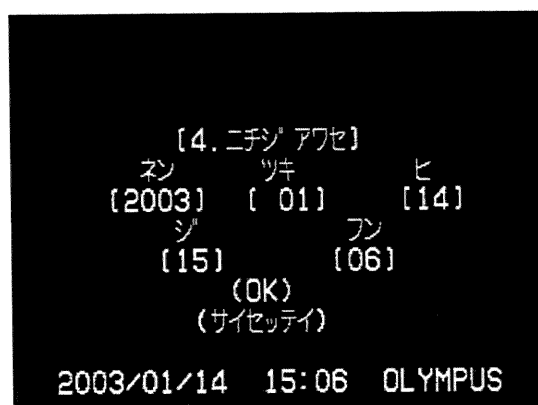

図 4.16
MINUTE 確定後 [△] ボタン、あるいは [▽] ボタンで (OK) , (RETRY) のいずれかを点滅表示にし、[ENTER] ボタンを押します。(図 4.16 参照)